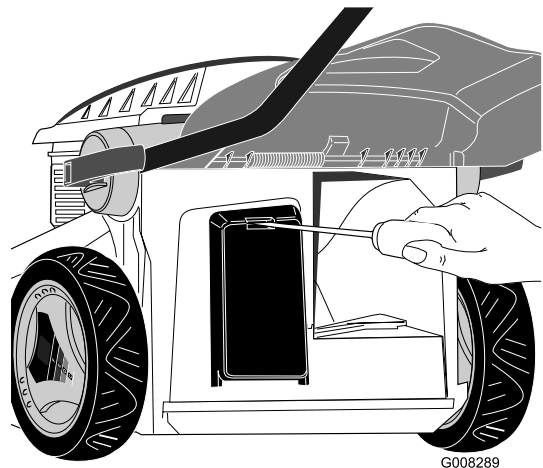

Figura 25
1. Abra la tapa del compartimiento de la batería (Figura 25).